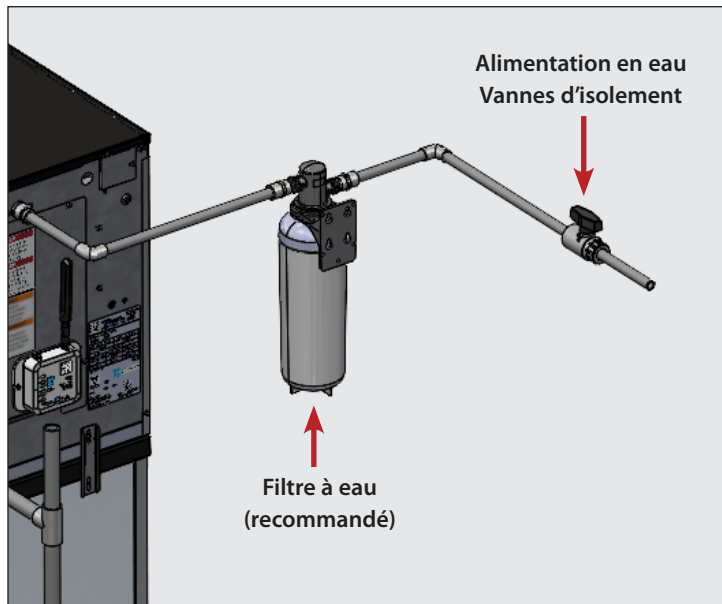

Figure 1. Vanne d'arrêt posée avant le filtre à eau.
1. En cas de présence d'un filtre à eau, installer la vanne d'arrêt d'alimentation en eau avant le filtre. Voir Fig. 1.